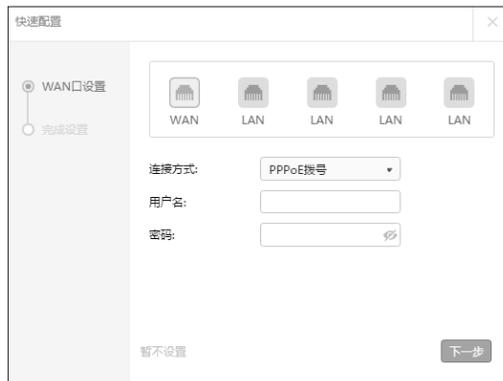

图4-4 上网方式-PPPoE
1)如果上网方式为PPPoE,即ADSL虚拟拨号方式,则需要填写网络服务商提供的上网账号和密码,如图4-4所示。